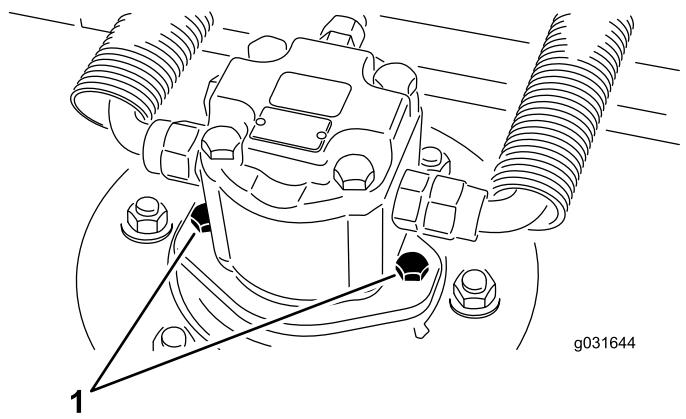

Bild 68
2. Entfernen Sie die Befestigungsschrauben des Hydraulikmotors, klemmen den Hydraulikmotor vom Mähwerk ab und entfernen ihn (Bild 68).
- Bringen Sie mithilfe der Befestigungsschrauben des Hydraulikmotors den Hydraulikmotor am Mähwerk an (**Bild 68**).